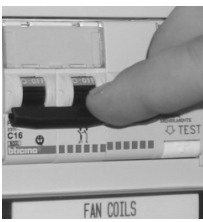

Fig. 1
**A.** Prima di eseguire qualsiasi operazione di installazione e/o manutenzione assicurarsi che l'interruttore e/o spina di alimentazione elettrica dell'apparecchio siano disinnescati (Fig. 1).
**A.** Before proceeding with any operation of installation and/or maintenance, make sure that the unit has been disconnected from the power supply (Fig. 1).
**A.** Avant d'exécuter toute opération d'installation et/ou maintenance, s'assurer que l'interrupteur et/ou fiche d'alimentation électrique de l'appareil soient débranchés (Fig. 1).
**A.** Vor Service- oder Installationsarbeiten ist der Thermostat von der Stromversorgung ab zu schließen (Fig. 1).